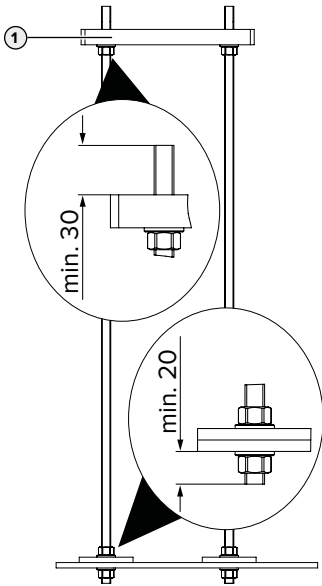

Fig. 3: Position des rondelles plates et des écrous [mm]
- ▶ Bloquer les aciers plats respectivement à l'aide d'un écrou et d'une rondelle plate en respectant la Fig. 3. Veiller à un alignement horizontal du kit de fixation sur fondations.
- ▶ Monter la dalle de fondation ou la plaque adaptatrice (1) (disponibles comme accessoire) en respectant la Fig. 3 sur le kit de fixation sur fondations.